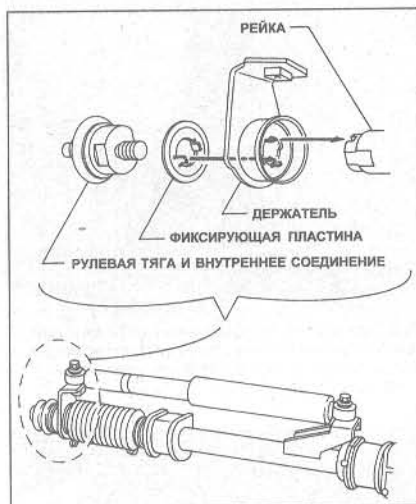

Рис. 10.32 Правильная установка стопорной пластины и подвески амортизатора рулевого механизма - рулевое управление прямого действия, левая сторона (Глава 26)
- 11 Установите подвеску амортизатора рулевого механизма на конец рейки, затем установите новую стопорную пластину. Проверьте, чтобы шпонки расположения правильно сцепились друг с другом и с рейкой (рис. 10.32).